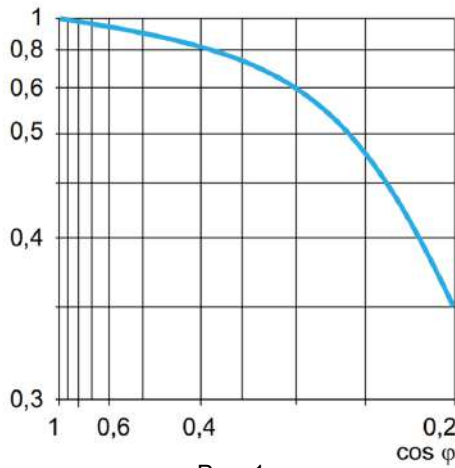

Рис. 1
2) Для индуктивной нагрузки учитывается понижающий коэффициент, см. рис.1.